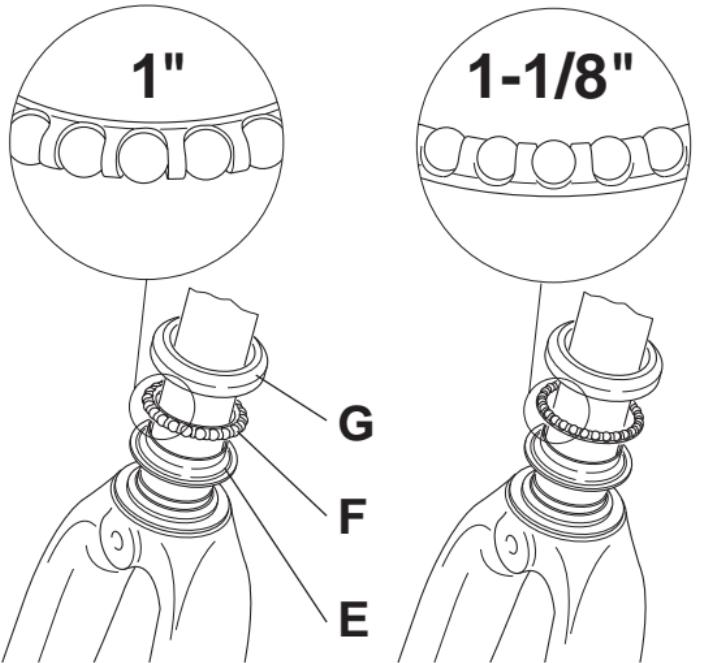

Fig. 5
I **Nota:** le due gabbiette a sfere (F - Fig. 5 e J - Fig. 6) sono uguali; anche le due calotte (G - Fig. 5 e H - Fig. 6) sono uguali.
- Posizionate sulla forcella come illustrato (Fig. 5) il cono inferiore (E), la gabbietta a sfere (F) ben ingrassata e prestando attenzione al verso di montaggio (sfere rivolte verso il basso per 1" e verso l'alto per 1-1/8"), e la calotta (G) dopo averne ingrassato abbondantemente l'interno.
GB **Note:** the two retainer bearings (F - Fig. 5 and J - Fig. 6) are identical and also the two bearing cup races (G - Fig. 5 and H - Fig. 6) are also identical.
- Insert onto the fork, as shown in fig.5: the lower bearing cone race E, the retainer bearing (F) making sure is well greased and paying attention to the orientation (balls facing downward for 1" and facing upward for 1-1/8"), and the bearing cup race G, which must be well-lubricated internally.
D **Hinweis:** Die beiden Kugelringe (F - Abb. 5 und J - Abb. 6) sind identisch; auch die beiden Lagerschalen (G - Abb. 5 und H - Abb. 6) sind gleich.
- Wie (in Abb.5) dargestellt, den unteren Konus (E), den gut gefetteten Kugelring (F) unter Beachtung der Montagerichtung (Kugeln nach unten gerichtet bei 1"-Gabel und nach oben gerichtet bei 1-1/8"-Gabel) aufsetzen, dann die innen ebenfalls sehr gut eingefettete Lagerschale (G) auf der Gabel positionieren.
F **Note :** les deux cages à billes (F - Fig. 5 et J - Fig. 6) sont les mêmes, ainsi que les deux cuvettes (G - Fig. 5 et H - Fig. 6).
- Comme le montre la figure 5, positionner sur la fourche le cône inférieur (E), la cage à billes (F) bien graissée en faisant attention au sens de montage (billes tournées vers le bas pour 1" et vers le haut pour 1-1/8"), ainsi que la cuvette (G) après avoir largement graissé son intérieur.
E **Nota:** los dos portabolas (F - Fig. 5 y J - Fig. 6) son iguales, así como las dos cazoletas (G - Fig. 5 y H - Fig. 6).
- Colocar en la horquilla, como indicado (Fig. 5), el cono inferior (E) y el portabolas (F) bien engrasado, teniendo cuidado de ponerlos en el sentido apropiado (bolas dirigidas hacia abajo para 1" y hacia arriba para 1-1/8"), y la cazoleta (G) tras haber engrasado abundantemente la parte interior.
NL **Opmerking:** de twee kogellagers (F - fig. 5 en J - fig. 6) zijn identiek en ook de twee kogelcups (G - fig. 5 en H - fig. 6) zijn identiek.
- Plaats op de vork, zoals getekend in fig.5: de onderste kogellagercup (E) en de bijbehorende kogellagers. Zorg ervoor dat de kogellagers goed ingevet zijn en dat ze in de juiste richting geplaatst worden (naar beneden gericht voor 1" en naar boven gericht voor 1-1/8"). Plaats vervolgens de kogellagercup (G).